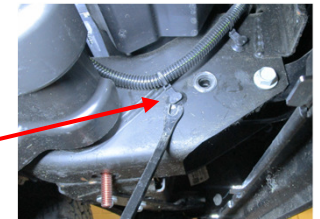

Figure 2.
- Retirer l'attache de fil** – À l'aide d'un petit levier, retirez l'attache de fil la plus à l'arrière retenant le faisceau de câbles situé à l'intérieur du châssis, du côté conducteur. **Voir la figure 2.**
2. **Retirer l'attache de fil** – À l'aide d'un petit levier, retirez l'attache de fil la plus à l'arrière retenant le faisceau de câbles situé à l'intérieur du châssis, du côté conducteur. **Voir la figure 2.**